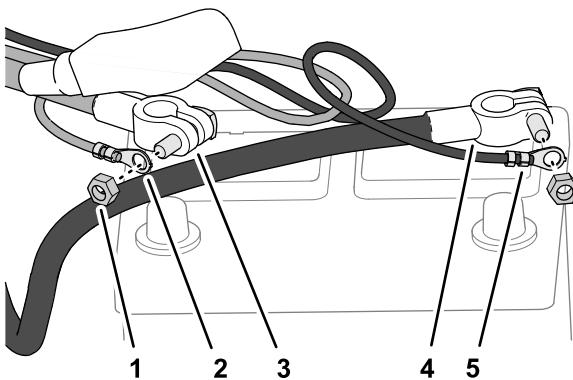

Figura 15
1. En los cables positivo y negativo de la batería, retire las tuercas de las pinzas de la batería del lado corto de los pernos de las pinzas de la batería (Figura 15).
- Monte el terminal de anillo del arnés de alimentación con el cable negro en el perno de pinza de la batería del cable negativo con una tuerca de pinza de la batería (Figura 15).
- Monte el terminal de anillo del arnés de alimentación con el cable rojo en el perno de pinza de la batería del cable positivo con una tuerca de pinza de la batería (Figura 15).